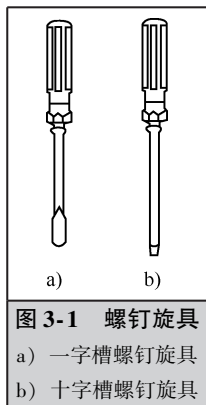

图 3-1 螺钉旋具
(1) 螺钉旋具 螺钉旋具（俗称螺丝刀）是一种用于拧紧或拧松带有槽口的螺栓或螺钉的手用工具。有一字槽螺钉旋具、十字槽螺钉旋具等几种，如图 3-1 所示。